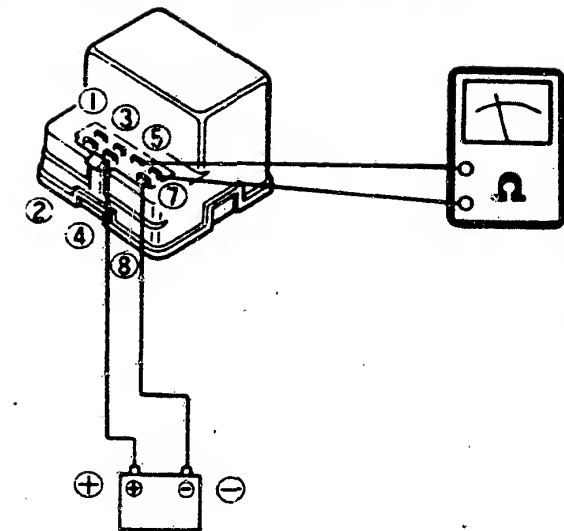

Bild 15 Das Prüfen des Hauptrelais. Beim Überbrücken der Klemmen 5 + 7 muss die Kraftstoffpumpe funktionieren.
Bild 6a Das Messen der Förderleistung der Benzinpumpe am abgezogenen Kraftstoffrücklaufschlauch. Sollwert = 1,4 l/min bei 12V Spannung. (Überbrückung des Hauptrelais gemäss Bild 15/16).
h) Das Hauptrelais befindet sich auf der Fahrerseite unter dem Armaturenbrett. Es wird wie folgt auf Stromdurchlass getestet: siehe Tabelle 2. Wenn Hauptrelais in Ordnung ist, den Kabelbaum überprüfen. Zwischen den Klemmen 1→2, 2→5 und 2→4 muss bei eingeschalteter Zündung Batteriespannung herrschen. Beim Überbrücken der Klemmen 5 und 7 (Bild 15) muss die Kraftstoffpumpe funktionieren.